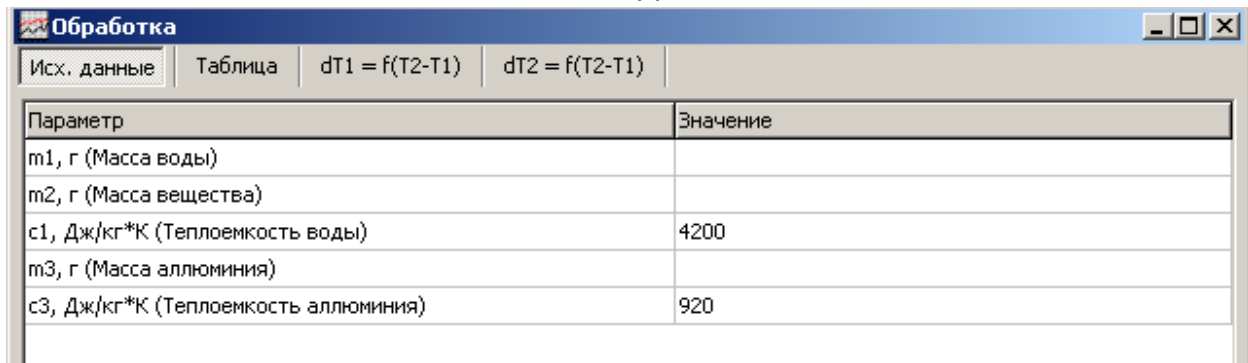

Рис.5
2. В окне **Обработка данных** перейдите на вкладку **Исходные данные** (рис.5) внесите массу воды (m_1), неизвестной жидкости (m_2), алюминиевого стакана калориметра (m_3) в граммах, теплоемкость воды и алюминия в Дж/кг·К.